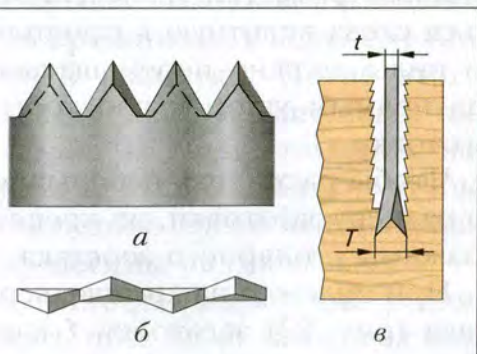
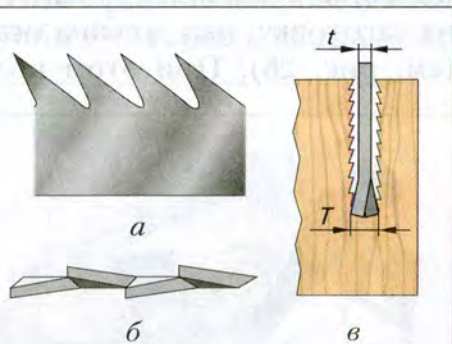

Рис. 24. Зубья пилы для поперечного пиления: *a* — форма зубьев; *б* — вид разведённых зубьев; *в* — процесс пиления (вид со стороны пласти заготовки)
Рис. 25. Зубья пилы для продольного пиления: *a* — форма зубьев; *б* — вид разведённых зубьев; *в* — процесс пиления (вид со стороны пласти заготовки)
Пилы для *поперечного* пиления (пиления поперёк волокон древесины) имеют прямые зубья (рис. 24, *a*), для *продольного* пиления (вдоль волокон) — наклонные (рис. 25, *a*).
При пилении заготовки полотно пилы трётся о стенки пропила. Чтобы полотно не заклинивало (не застревало) в пропиле, зубья должны быть *разведены*, т. е. отогнуты поочерёдно в разные стороны (рис. 24, *б*, 25, *б*). В этом случае пропил становится шире, и полотно пилы при пилении не застревает в нём. Ширина развода зубьев (T) обычно равна: $T = (1,5...2) \times t$, где t — толщина полотна пилы.